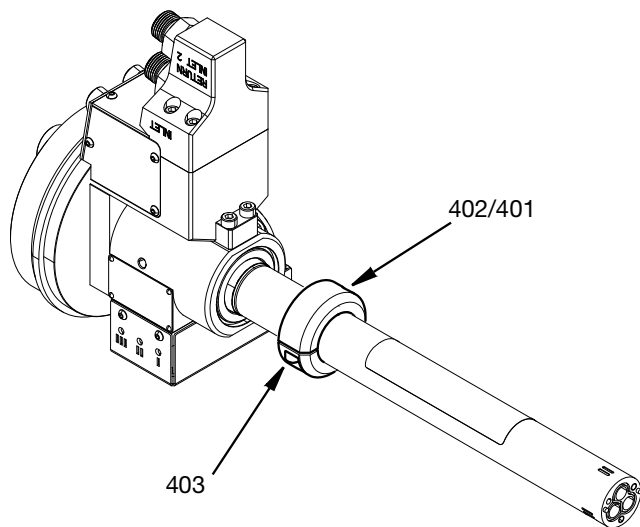

FIG. 16
8. Draai de twee M5-schroeven (403) los en verwijder de borgring (401) met de sluitring (402) met de adapter verwijderd uit de centrale behuizing. Zie FIG. 16.